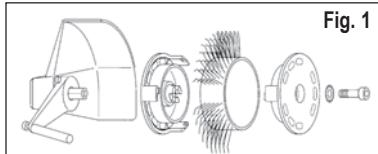
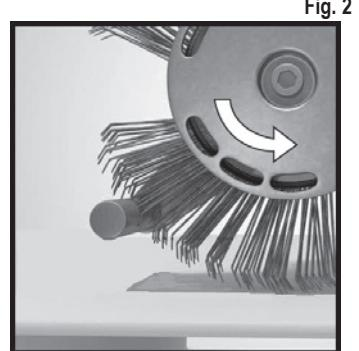

Fig. 1
Fig. 2
- Afbryd for trykluftsforlyningen, og fastgør så **MBX®** Bristle Blaster® bånd 23 mm resp. 11 mm korrekt til værktøjet med holdesystemet (bemærk omlobsretning) og den dertil indrettede stjernehedderskive og skrue. Se fig. 1 og fig. 2
- Anvendes et **MBX®** bånd i den forkerte omløbsretning? – Ret børstebåndet ind således, at det forløber i den foreskrevne retning (se kapitel 7, Ibrugtagning, fig. 2).